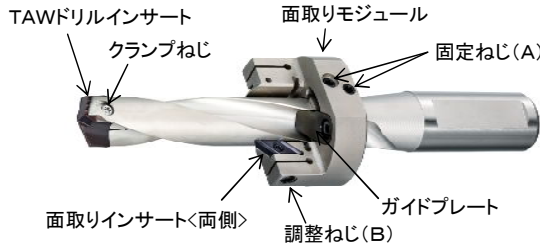

図1
5. 面取りモジュールの固定ねじ(A)の2本を締め込んでTAWドリルに固定してください。……(図1)